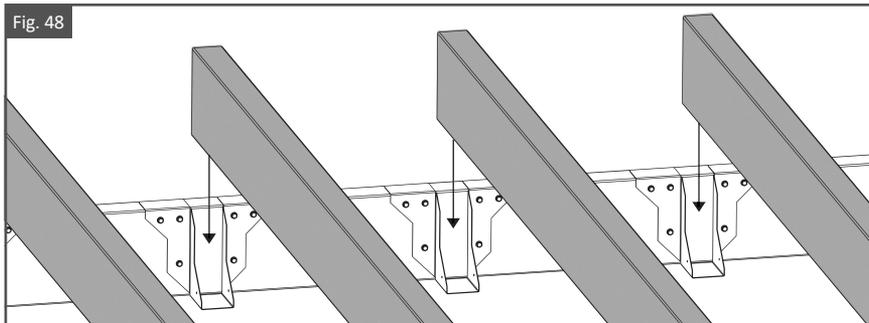

Fig. 49
5. Fixez les ferrures de suspension simples ou doubles aux chevrons avec les vis autoperceuses Evolution, comme illustré à la fig. 49.